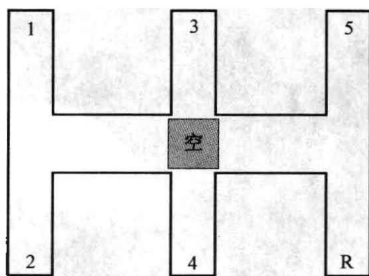

图 1-12 变速杆挡位图
- (1) 适应汽车行驶阻力的变化，改变驱动轮扭矩和转速。
- (2) 控制汽车前进或倒退。
- (3) 空挡时，中断动力传递，使发动机的运转与车辆的运动相脱离。
- 变速杆的握法是手心向下，五指并拢，用手掌包住变速杆顶端的球头。变速杆挡位如图 1-12 所示。